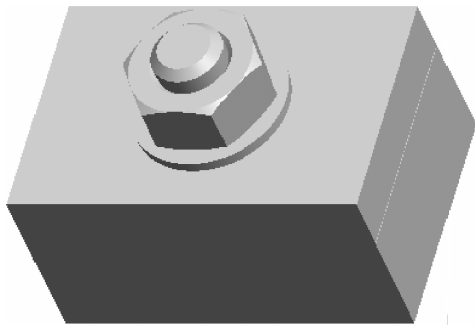
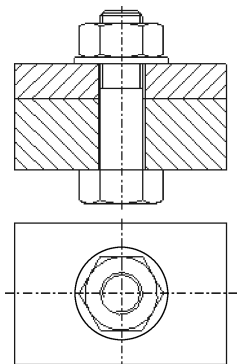
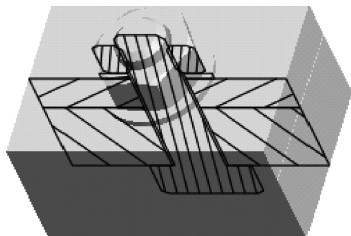

图 10-168 螺栓装配零件图
图 10-169 螺栓装配工程图
图 10-170 创建横截面
【例 10-10】 利用如图 10-168 所示的螺栓装配零件图完成如图 10-169 所示的螺栓装配工程图, 并练习元件显示工具的使用。
(1) 打开文件“……\例题\第10章\立体 liti10-10\ liti10-10. asm”，如图 10-168 所示。
(2) 在【视图】工具栏中单击【视图管理器】按钮，弹出【视图管理器】对话框，切换至【横截面】选项卡。
(3) 单击【新建】按钮，在【名称】列表中出现文本框，在其中输入横截面名称“A”。
(4) 按<Enter>键，出现【剖截面创建】菜单，选择【平面】|【单一】|【完成】选项，出现【设置平面】菜单，选择【平面】选项。
(5) 在图形区选择“ASM_FRONT”基准面作为横截面，模型立体图如图 10-170 所示。
(21) 在【边显示】菜单选择【完成】选项，退出【边显示】菜单。
(22) 显示各轴线，最后装配工程图如图 10-169 所示。
(23) 保存文件，关闭窗口，拭除不显示。